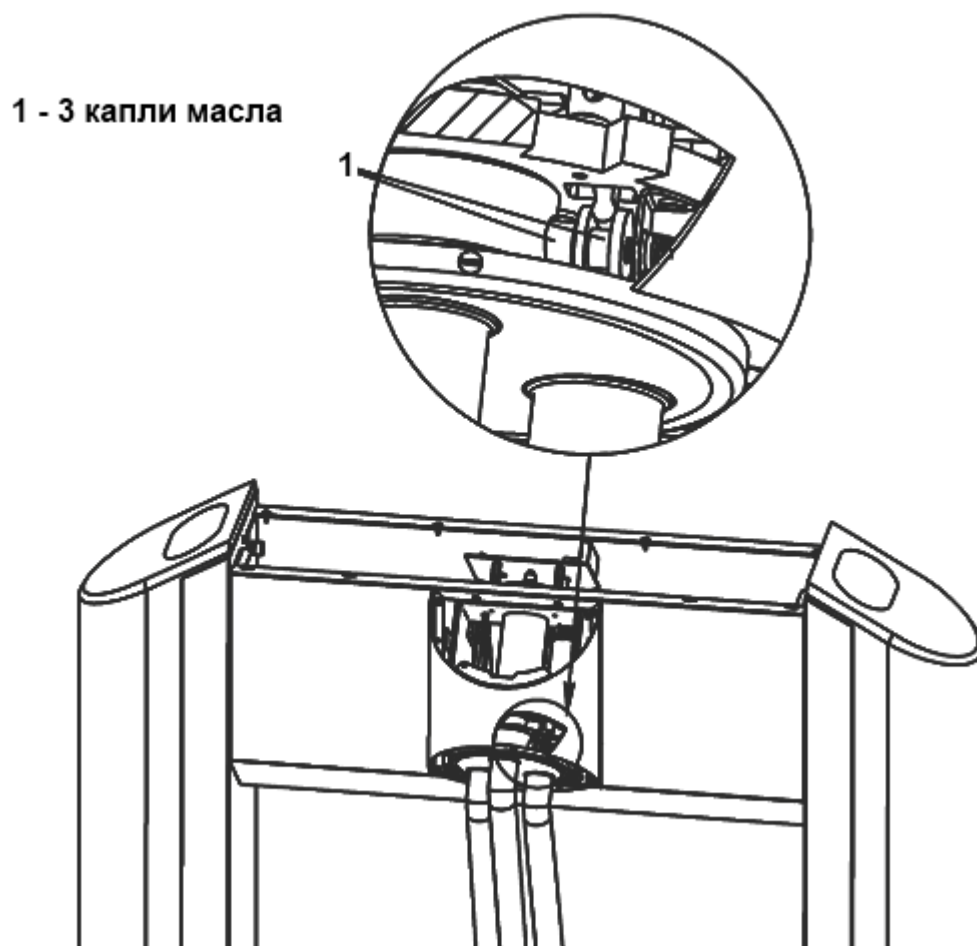

Рисунок 22 – Места соединения фиксатора и кулачка разблокировки планок
3.7.5 Рисунок 22 – смазать места соединения фиксатора и кулачка разблокировки планок.
Операцию необходимо проделать для всех планок, проворачивая диск. Рисунок 22 – отверстие показано условно.